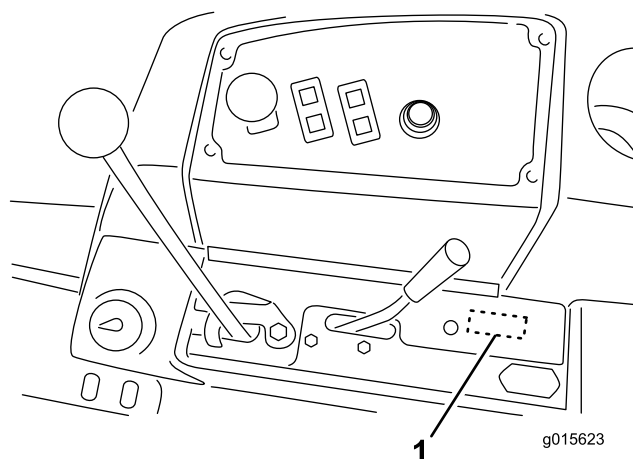
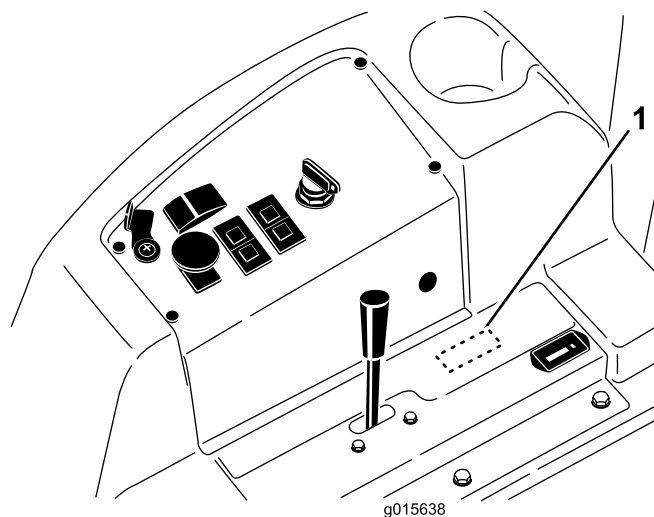

図 8
図 9
17. 下コントロールパネルにある打ち抜きプラグデカルの下を打ち抜く図 8 と 図 9。